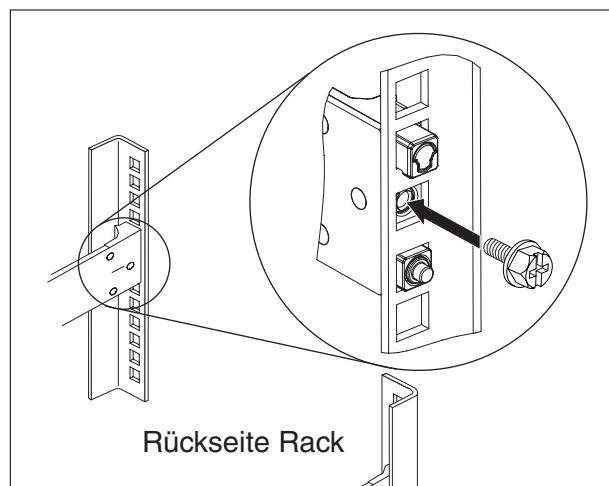

Abbildung 12. Appliance auf Schienen im Rack sichern
4. Sichern Sie die Schienen der Appliance im Rack, wie in Abb. 12 dargestellt: